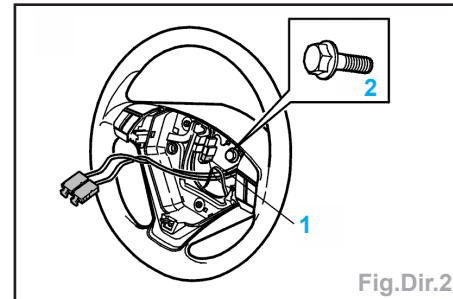

Fig.Dir.2
- Déposer la vis centrale (2) (fig.Dir.2).